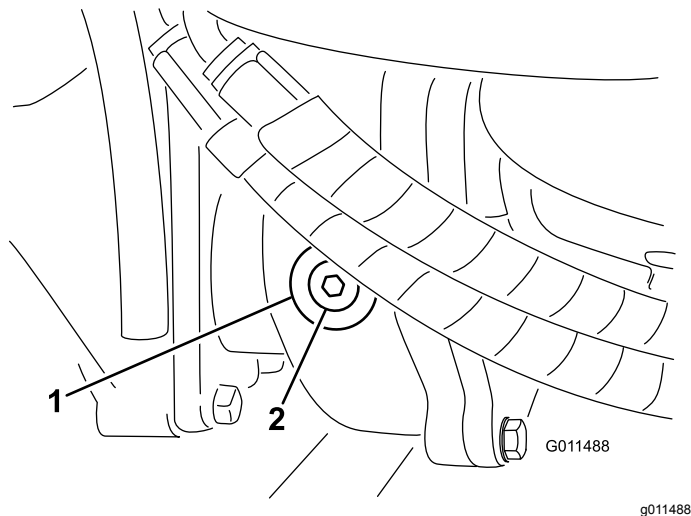

Figure 85
2. Enlevez le bouchon de contrôle/remplissage du côté gauche du boîtier d'engrenages et vérifiez que le lubrifiant atteint la base de l'orifice (Figure 85).